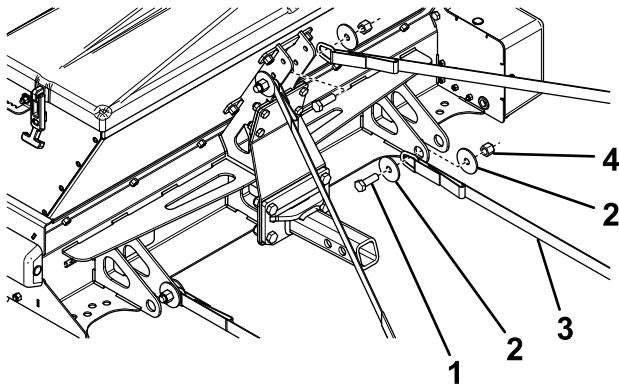

Figure 8
3. Fixez l'anneau en D des sangles à cliquet sur le cadre de l'épandeur à l'aide de 2 boulons (1/2 x 1 1/2 po), 2 rondelles (1/2 po) et 2 contre-écrous (1/2 po), comme montré à la Figure 8.